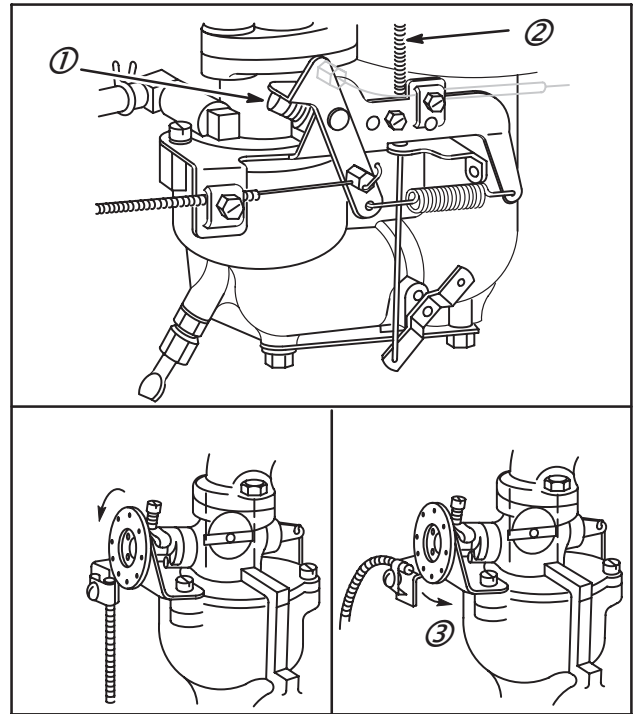

Fig. 150
La commande à distance ouvre le papillon des gaz jusqu'à l'obtention de la vitesse maximum réglée, à ce point le régulateur prend le contrôle de la vitesse. Pour tout régime inférieur, le papillon est maintenu fixe et le régime varie en fonction de la charge appliquée, Fig. 150. Vis de ralenti (1), commande de starter à distance (2), le papillon se ferme dans le sens indiqué (3).